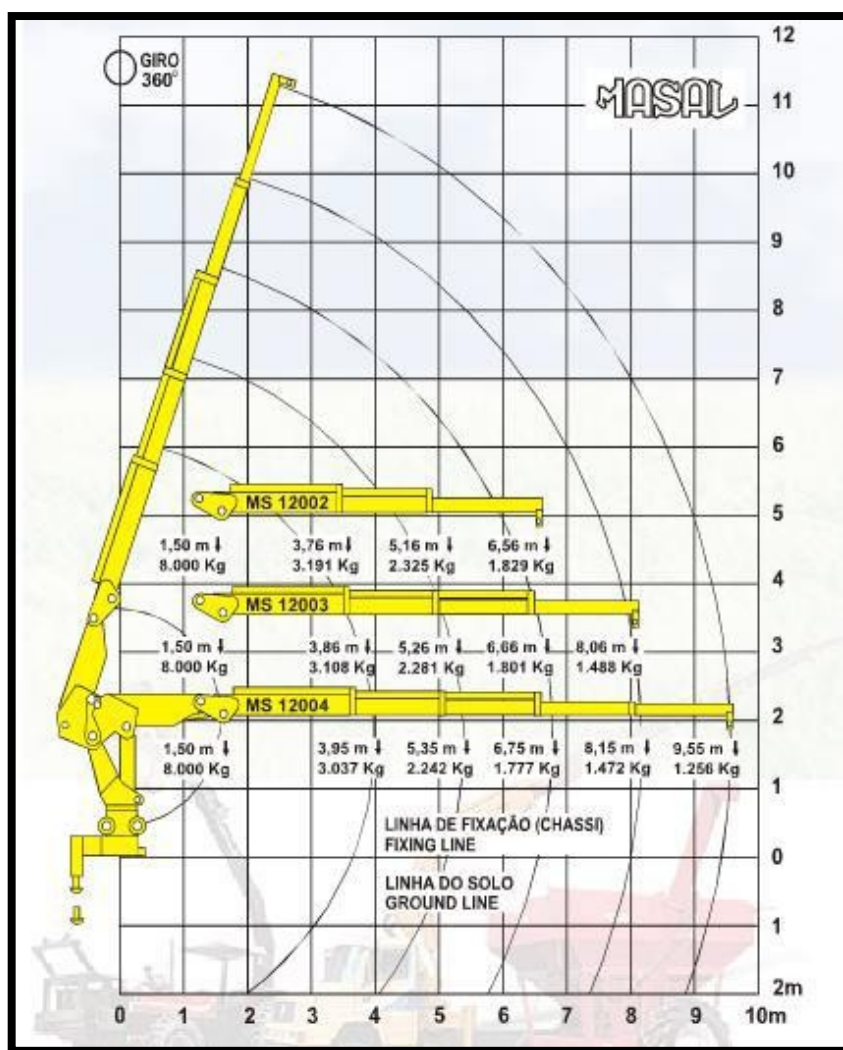

Figura 4 – Diagrama de força de cargas suportadas pelo Guindauto.
- c) Os controles do comando geral consistem em alavancas de comando com acionamento em ambos os lados do Veículo, facilitando a operação local ou remota do guindauto (Figura 4 – Anexo I);
Passo 3 Realizar a Movimentação de Cargas a) Consulte ou calcule o peso do objeto a ser içado b) Determine a distância entre o ponto de içamento do objeto ao ponto de giro da coluna do guindaste; c) Verifique no diagrama de potência a carga máxima permitida para a distância obtida (Figura 4) Nota 08: O peso do objeto a ser içado deve ser menor que a carga máxima permitida indicada pelo gráfico, para que possa ser movimentado, desde que não ultrapasse a distância máxima permitida para o peso do objeto, se o peso for maior que a carga máxima permitida indicada pela figura 4, não deverá ser feita a movimentação; d) Consulte no gráfico a distância necessária para que se possa efetuar o trabalho e reposicione o conjunto veículo e guindaste para que atinjam a distância necessária, estando dentro dos limites, realize a operação; e) Caso seja necessário auxiliar na condução, estabilização ou posicionamento da carga, deve-se fazer uso de cordas-guia;	O Eletricista é responsável por todas as etapas deste passo